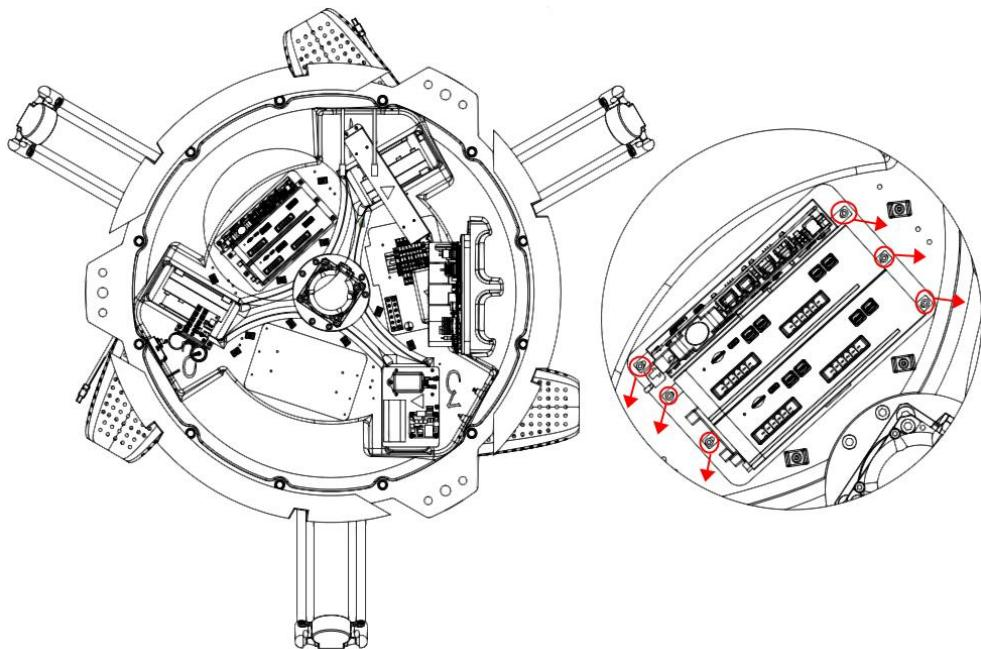

图 4-6 拆卸内六角螺钉
**步骤3** 拆卸控制器固定连接件上螺钉，将控制器从控制柜中拆出，如图 4-6 所示。